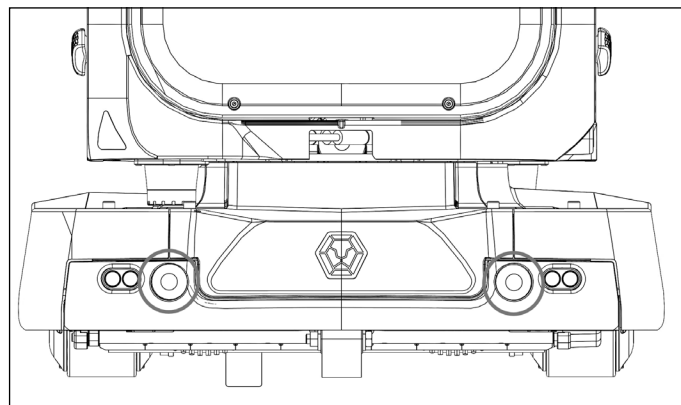
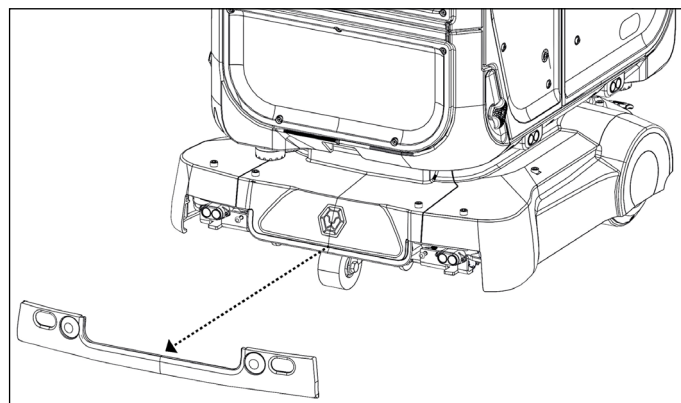

Abbildung 75
Abbildung 76
1. Drücken Sie die 2 Tasten vollständig, um die untere Frontabdeckung zu entfernen (**Abb. 75**), (**Abb. 76**).